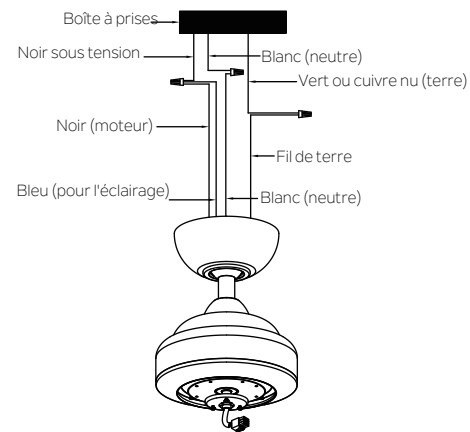

Fig. 12
Étape 1. Connectez le fil NOIR d'alimentation du ventilateur et le fil BLEU d'alimentation de l'éclairage du ventilateur au fil d'alimentation du domicile (Fig. 12).
Étape 2. Connectez le fil BLANC neutre du ventilateur au fil BLANC neutre du domicile (Fig. 12)
Étape 3. Connectez les fils de TERRE (VERTS) depuis le support de montage et la boule de suspension au fil de TERRE (VERT) ou NU (CUIVRE) du domicile (Fig. 12)